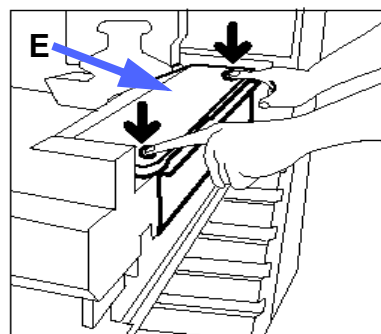

Figure 44 : Déblocage de la bande de nettoyage
- 4** Appuyez sur les boutons de verrouillage avant et arrière situés sur la partie supérieure du module four (voir la figure 44) pour débloquer la bande de nettoyage (zone E). La bande s'ouvre à droite du transport papier.